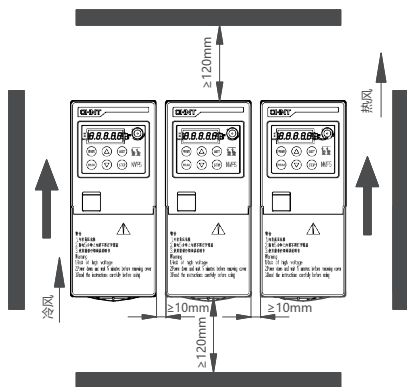
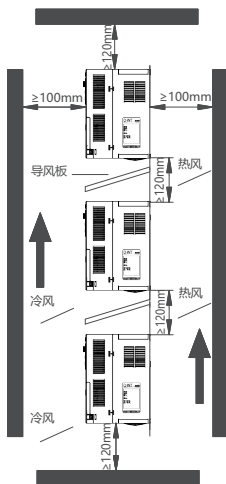

图 3-1 变频器安装示意图
图 3-2 多台变频器垂直安装
- c) 使用变频器时，请注意安装间距及距离要求，如图 3-1 和图 3-2 多台并排安装和多台垂直安装示例。